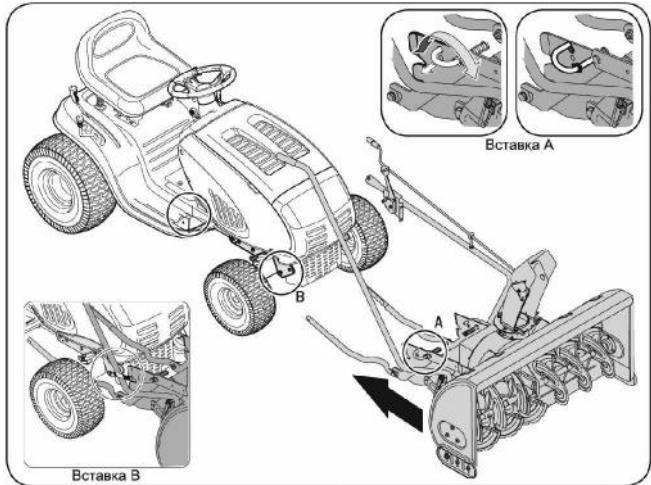

Рис. 27.
2. Извлеките фиксатор в виде дужки замка из правого кронштейна подъёма снегоуборщика и оставьте его в положении «ОТКЛЮЧЕНО» (OUT). См. вставку А на Рис.27.
5. С помощью помощника поднимите снегозаборник и, двигая его назад, наденьте крюки, расположенные сзади, на фиксирующие болты с буртиками с левой и правой стороны передних кронштейнов трактора. См. вставку В на Рис. 27.